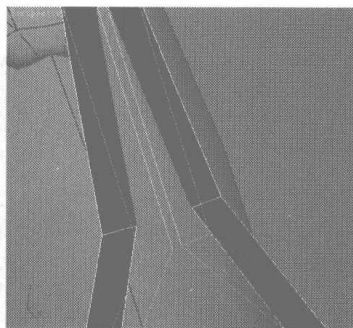
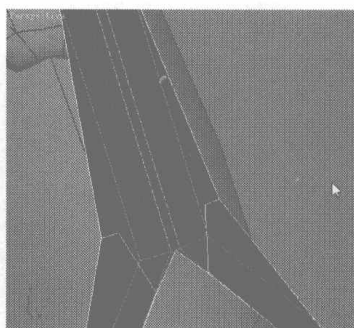
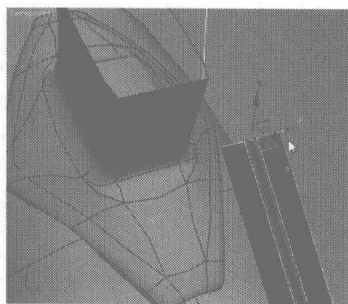
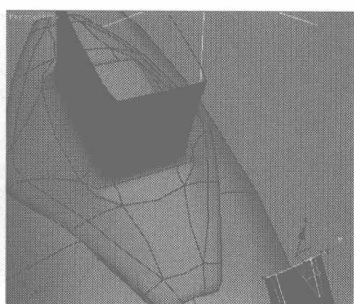

图 2.327
图 2.328
图 2.329
图 2.330
- 47** 选择如图 2.327 所示的曲线，单击 **Bridge** 按钮，结果如图 2.328 所示。选择如图 2.329 所示的点，调整到如图 2.330 所示的位置。